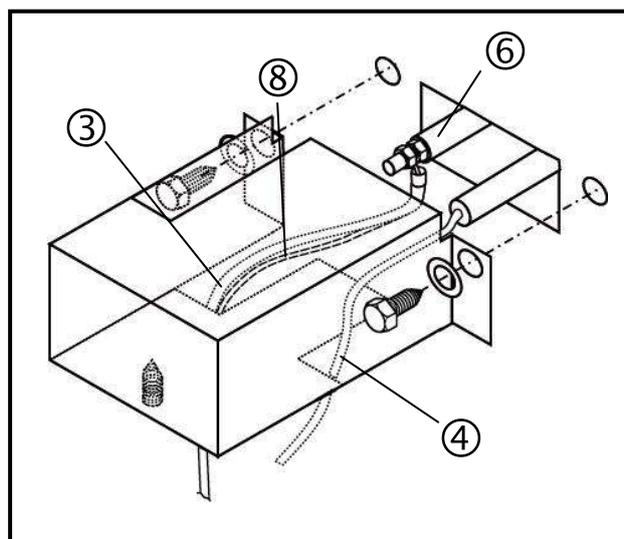
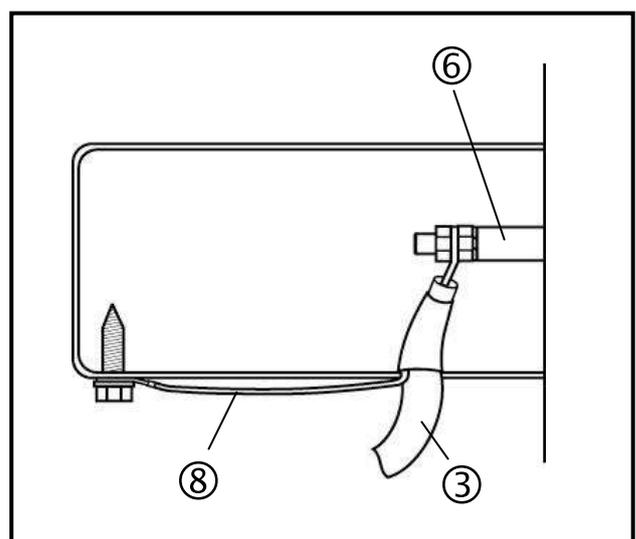

Fig. 26: Montage de la protection contre les chocs
Fig. 27: Coupe de la protection contre les chocs
- ⇒ Fixez le câble d'allumage au raccord de masse (4) à l'électrode d'allumage (6) (Fig. 26). Vous devez visser le raccord de masse (8) du câble à l'aide d'une vis hexagonale dans le trou du capot de protection contre les chocs. Contrôlez sa position. (Fig. 27)